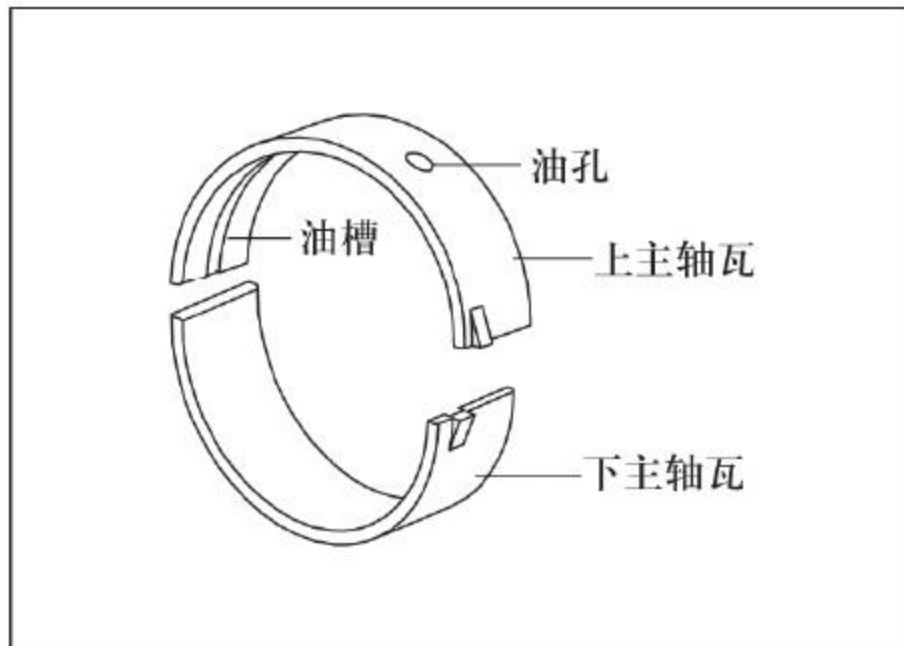

图12-3-17 上、下主轴瓦
(1) 安装主轴瓦时不要把上、下主轴瓦弄反，上主轴瓦有油孔和油槽，而下主轴瓦没有，如图12-3-17所示。